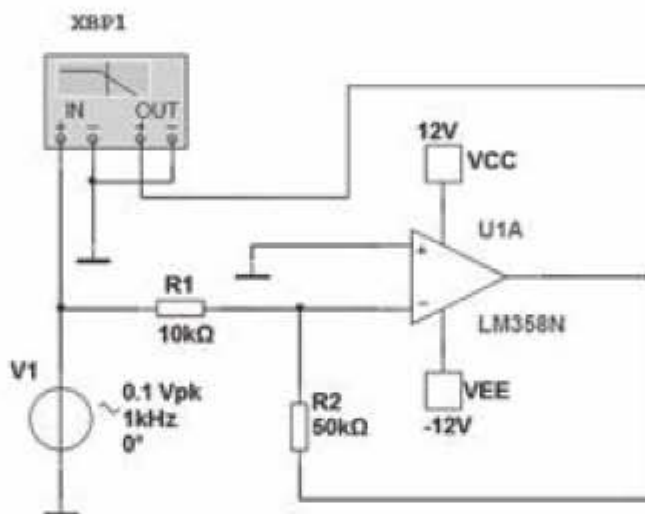

Рис. 3.98. Операционный усилитель инвертирующего типа
3.4.1. Собрать схему инвертирующего усилителя, представленную на рис. 3.98. Подключить Бode-плоттер. Определить коэффициент усиления и полосу пропускания операционного усилителя. Исходные данные: